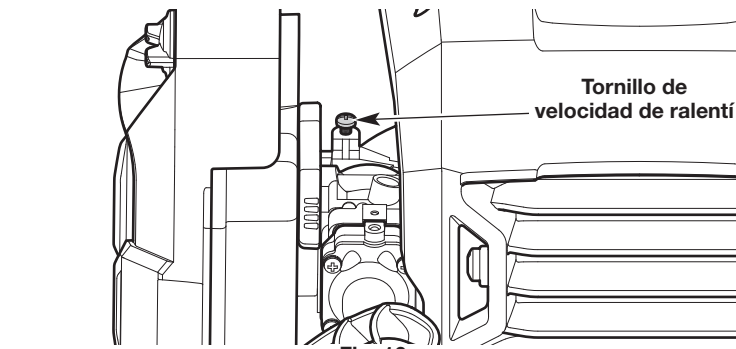

Fig. 16
- Si el motor se para, aumente la velocidad de ralentí. Use un destornillador Phillips pequeño para girar el tornillo de velocidad de ralentí en el sentido de las agujas del reloj, 1/8 de giro cada vez hasta que el motor funciona al ralentí de manera uniforme (Fig. 16).